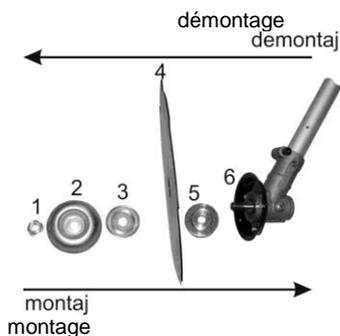

Fig. 10
- Déplacez à l'extérieur de l'axe l'écrou plat et le couvercle de fixation de la fig. 10
- Positionnez correctement le couvercle de protection et montez l'écrou sur l'axe vissé en serrant dans le sens horaire, afin d'assurer le disque de coupe conformément à la fig. 10.